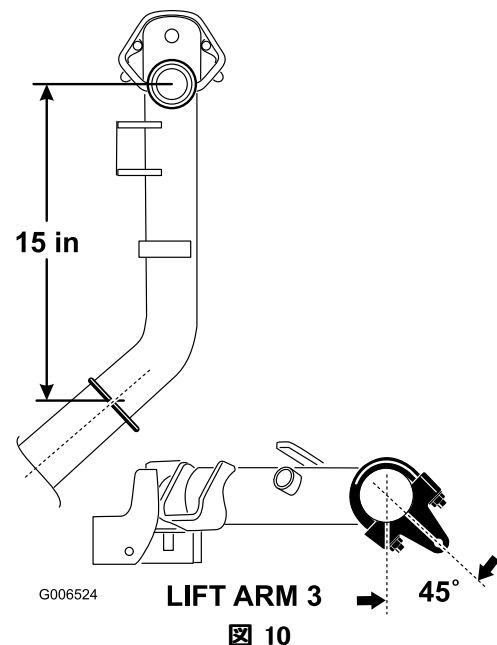

図 10
2. 昇降アーム2番、3番では、ブラケットとUボルトが、ピボット・ナックルの中心線よりも38 cm 後ろになるように取り付ける(図 10)。各ブラケットが、機体の外側に対して45度回転した状態になるようにする。